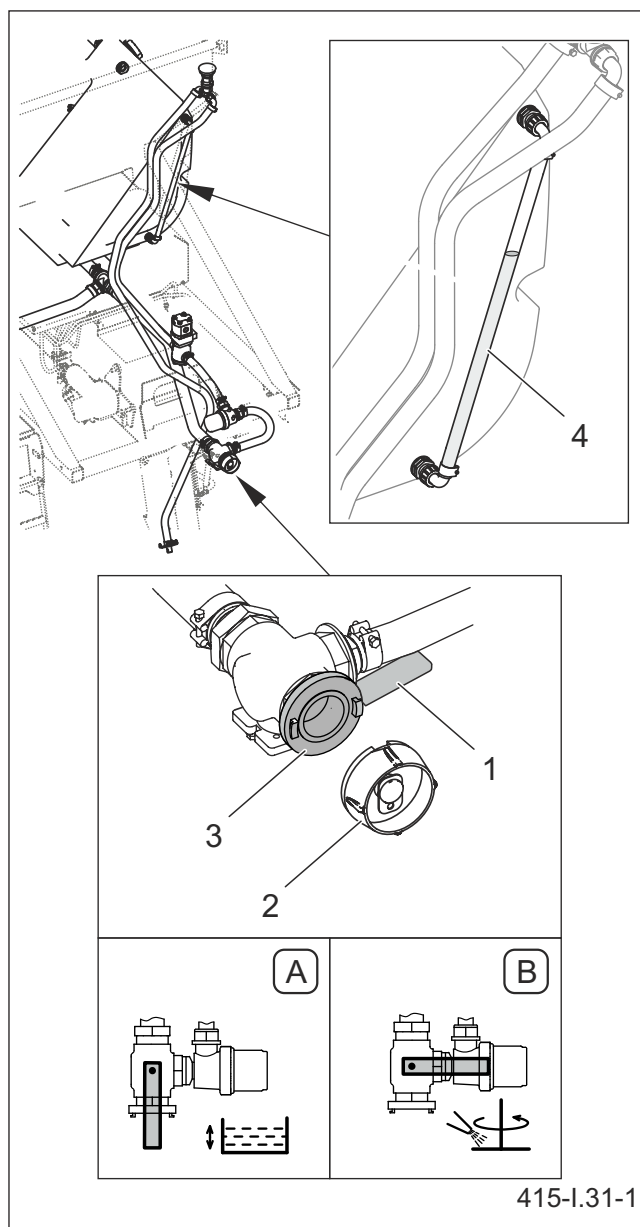

Рисунок 5.29 Опорожнение емкостей с соляным раствором
С целью опорожнения емкостей с соляным раствором необходимо выполнить следующее (рисунок 5.29):
Прежде чем отвинтить заглушку (2), нужно убедиться, что рукоятка клапана (1) находится в положении (B) (рисунок 5.29).